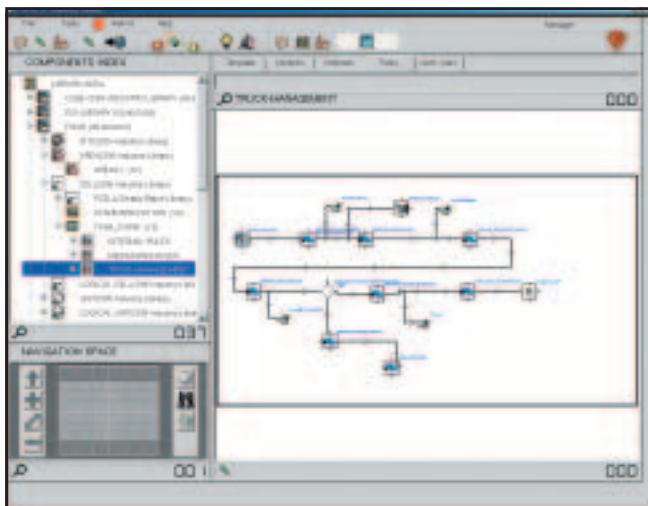

Рис. 2
Для моделирования в Production Suite используется компонент **Production Modeler (PM)**, работа которого представлена на рис. 2.
3. На следующем этапе для созданных типов объектов реализуются производственные правила, также дополняющие правила "предка". Примерами правил могут быть алгоритм выбора оборудования для выполнения некоторой операции, описание некоторого частного процесса или даже описание всего процесса производства. При создании правил указывается последовательность вызовов методов и ожидания событий. На рис. 2 приведен пример создания правила для оборудования.